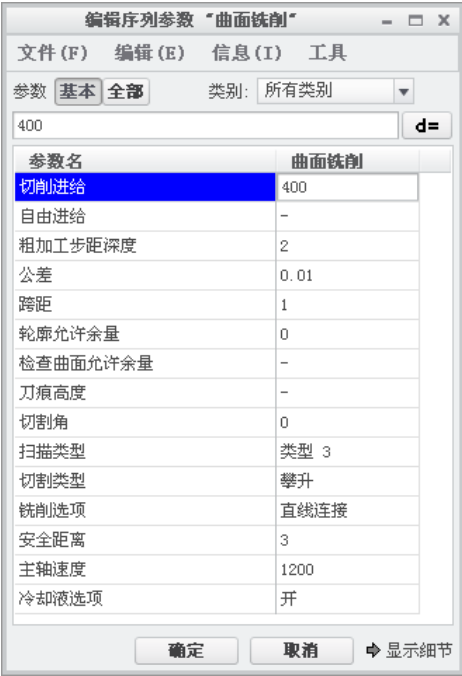

图 19.3.32 编辑序列参数“曲面铣削”对话框
Step3. 在系统弹出编辑序列参数“曲面铣削”对话框中设置 **基本** 加工参数，结果如图 19.3.32 所示。选择下拉菜单 **文件(F)** 菜单中的 **另存为...** 命令。接受系统默认的名称，单击“保存副本”对话框中的 **确定** 按钮，然后再次单击编辑序列参数“曲面铣削”对话框中的 **确定** 按钮，完成加工参数的设置。